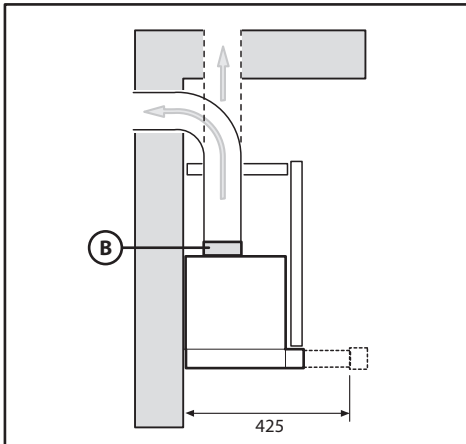
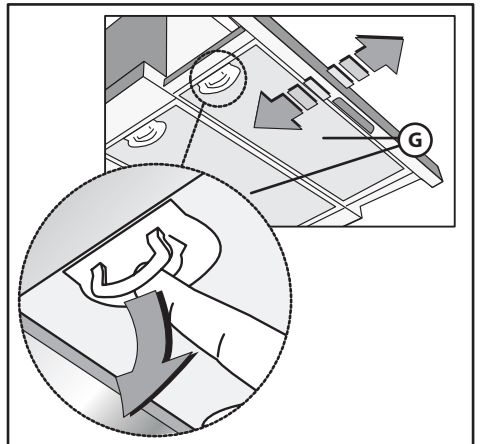
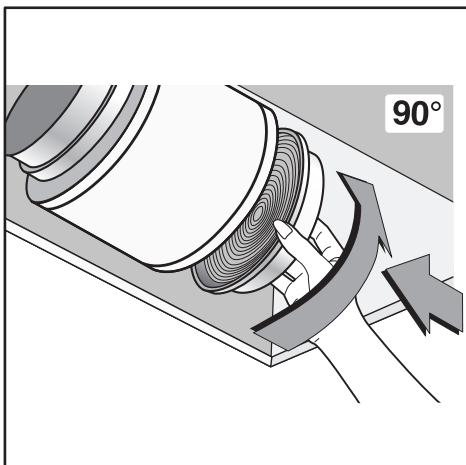

Fig.4
Fig.5
Fig.6
- La distanza minima fra la superficie di supporto dei recipienti di cottura sul dispositivo di cottura e la parte più bassa della cappa da cucina deve essere di almeno **65 cm**. Se dovesse essere usato un tubo di connessione composto di due o più parti, la parte superiore deve essere all'esterno di quella inferiore. Non collegare lo scarico della cappa ad un condotto in cui circoli aria calda o utilizzato per evacuare fumi degli apparecchi alimentati da un'energia diversa da quella elettrica. Prima di procedere alle operazioni di montaggio, per una più facile manovrabilità dell'apparecchio disinserire i filtro/i antigrasso (Fig.5).
Per trasformare la cappa da versione aspirante a versione filtrante, richiedere al vostro rivenditore i filtri al carbone attivo. I filtri devono essere applicati al gruppo aspirante posto all'interno della cappa centrandoli ad esso e ruotandoli di 90 gradi fino allo scatto d'arresto (Fig.6). Per effettuare questa operazione rimuovere i pannelli **G** (Fig.5). L'aria viene rimessa nell'ambiente attraverso un tubo evacuazione aria passante attraverso il mobile e collegato alla flangia **B** (Fig.4).